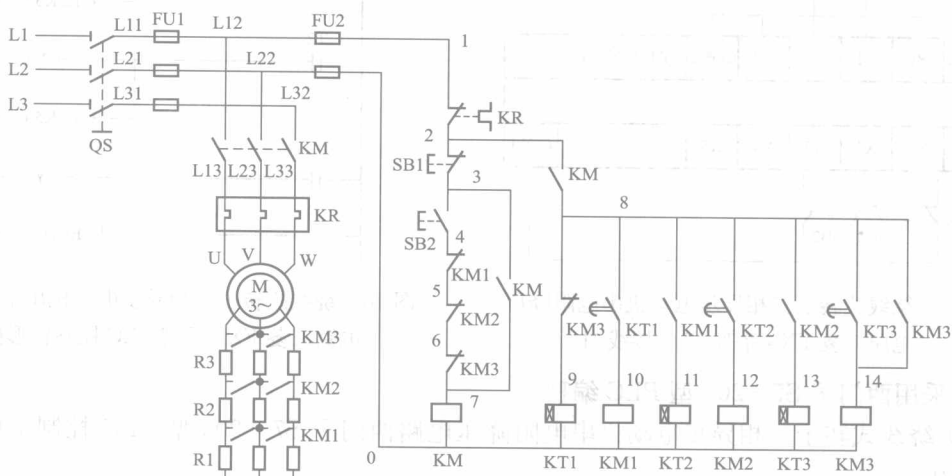

图 16 绕线式转子三相异步电动机串电阻降压起动控制电路原理图
**原理图** 绕线式转子三相异步电动机串电阻降压起动控制电路原理图如图 16 所示。
**控制原理** 在图 16 中，合上电源总开关 QS，按下按钮 SB2，接触器 KM 闭合并自锁，绕线式转子三相异步电动机 M 串电阻 R1、R2、R3 起动运转，经过时间 T1，接触器 KM1 闭合，切除电阻 R1，电动机转速加快；经过时间 T2，接触器 KM2 闭合，切除电阻 R2，电动机转速进一步加快；经过时间 T3，接触器 KM3 闭合，切除所有电阻，电动机按额定转速运转，完成串电阻起动过程。